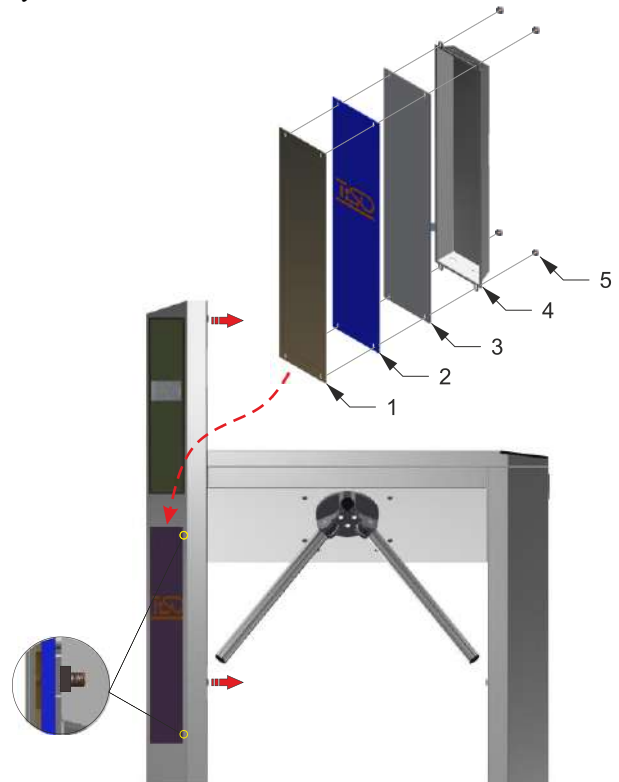

Рис. 16– Розміщення реклами на лайтбоксі
- У турнікетах «TWIX ALLINONE-M», зчитувачі встановлюються на спеціальний, регульований по висоті кронштейн, який розташований під кришкою 4 поруч із світловим табло індикації 3 (Рис. 16).
15) Розміщення реклами на лайтбоксі (див.рис.16):
- відкрутити 4 гайки (5) на панелі лайтбоксу;
- зняти світлодіодне корито (4), панель молочну (3) зі шпильок, обережно виймаючи крізь верхні двері;
- встановити на лицьову акрилову панель (1) рекламний постер (2);